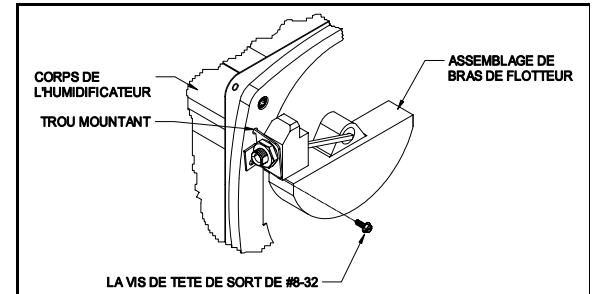

Figura 7
3. Conecte el suministro de agua de la válvula de silla a la válvula del TurboMist™. (Figura 7 & 8)